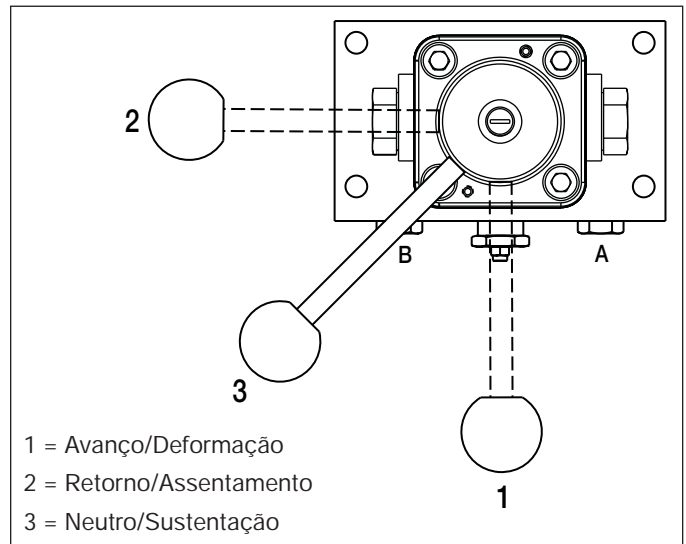

Figura 10, Posições da Alavanca da Válvula
4. Gire a alavanca da válvula de controle para a posição neutro/sustentação ("3") (ver figura 10 para posições da alavanca).
4. Certifique-se de que a alavanca da válvula de controle está na posição neutro/sustentação ("3") (ver figura 10 para posições da válvula).